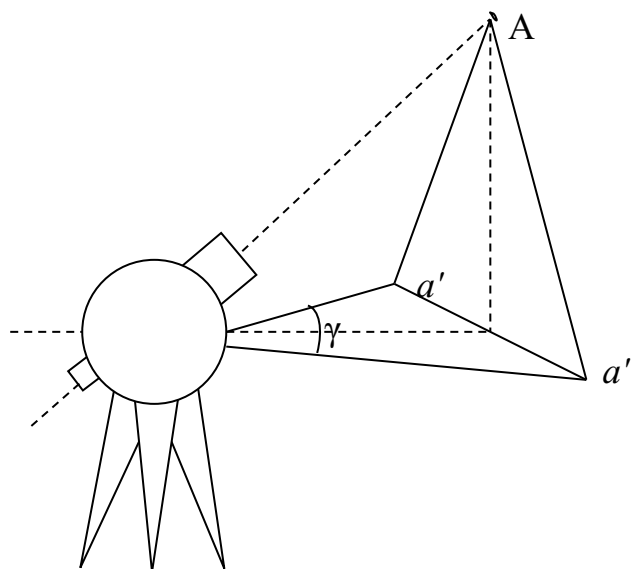

Рис. 18. Третья проверка теодолита
Проверку выполните проектированием высокорасположенной точки (А, расположенной под углом не менее 15° к горизонту) вниз при двух положениях вертикального круга. a' – проекция А при КП; a'' – проекция А при КЛ (рис.18).
5) В такой последовательности выполните съёмку всех речных точек. Обязательно параллельно со съёмкой составляйте абрис, то есть примерную схему расположения речных точек (рис. 18, а). На абрисе указывайте номера точек, направления однородных (без перегиба) скатов и несколькими горизонталями отразите генеральную форму рельефа.